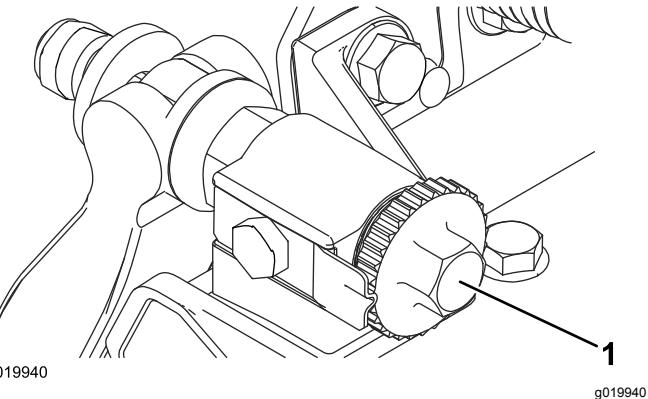

Figura 18
- Girate in senso antiorario le viti di regolazione della barra di appoggio per accertarvi che la barra di appoggio non tocchi il cilindro (Figura 18).